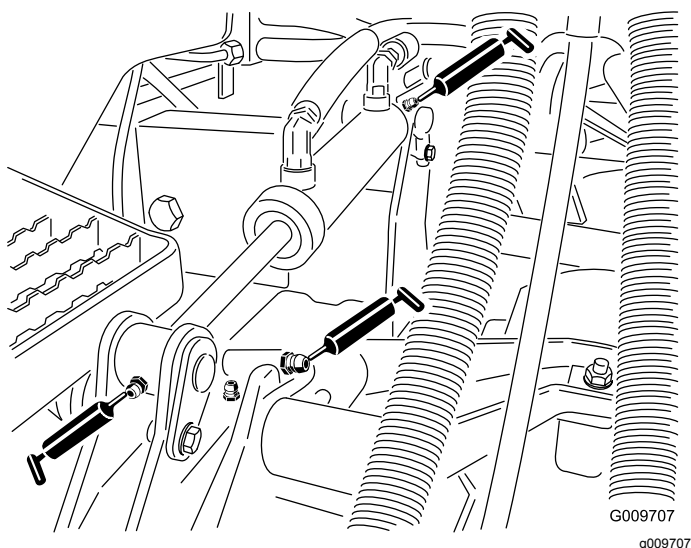

Figure 61
- Bagues de bras de levage (1 par plateau), comme montré à la Figure 61.
- Bagues de vérin de levage (2 par plateau), comme montré à la Figure 61.